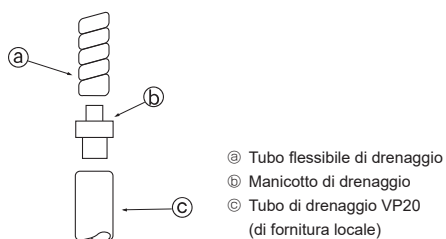
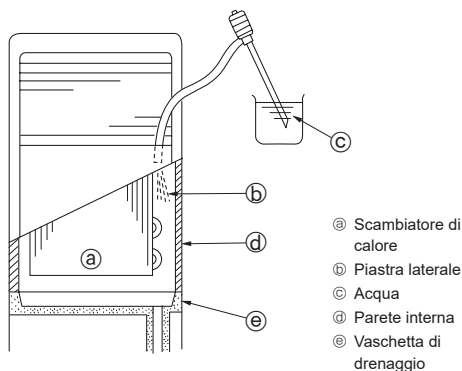

Fig. 5-1
Fig. 5-2
5.1. Collegamento della tubazione di drenaggio (Fig. 5-1)
- Per collegarsi al tubo VP20, utilizzare il manicotto di drenaggio ②, fornito come accessorio. Fissare saldamente il manicotto al tubo con un nastro adesivo al cloruro di vinile in modo che non vi siano fuoriuscite di liquido.
5.2. Controllo dello scarico del drenaggio (Fig. 5-2)